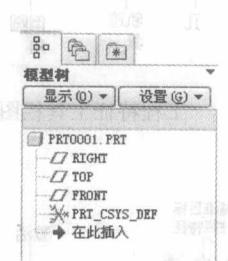

图 1-19 模型树属性页
- “模型树”属性页：如图 1-19 所示，从图中可以看到，“模型树”浏览器显示当前模型的各种特征，如图基准面、基准坐标系、插入的新特征等。在此浏览器中可以快速找到想要进行操作的特征，查看各特征生成的先后次序等，给用户带来极大的方便。